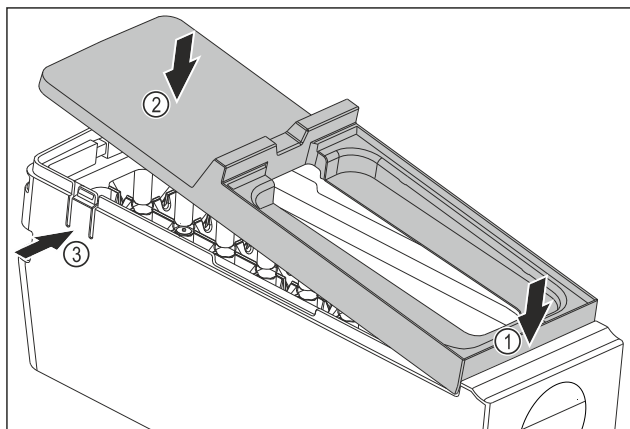

Fig. 63
- Abdeckung des EasyTwist-Ice-Korpus montieren: Abdeckung vorne ansetzen. Fig. 63 (1)
- Abdeckung hinten absenken. Fig. 63 (2)
- ▷ Abdeckung rastet hörbar in beiden Laschen Fig. 63 (3) ein.